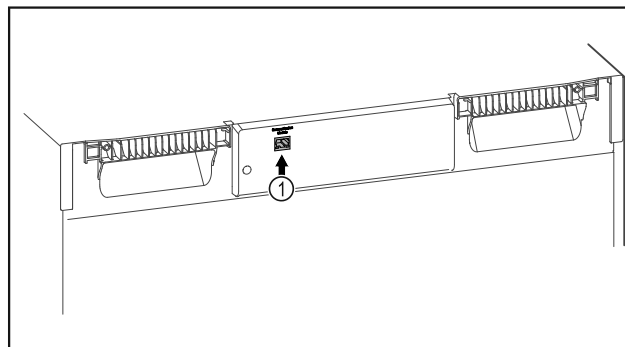

Fig. 83
- A SmartModule Fig. 83 (1) be van helyezve.